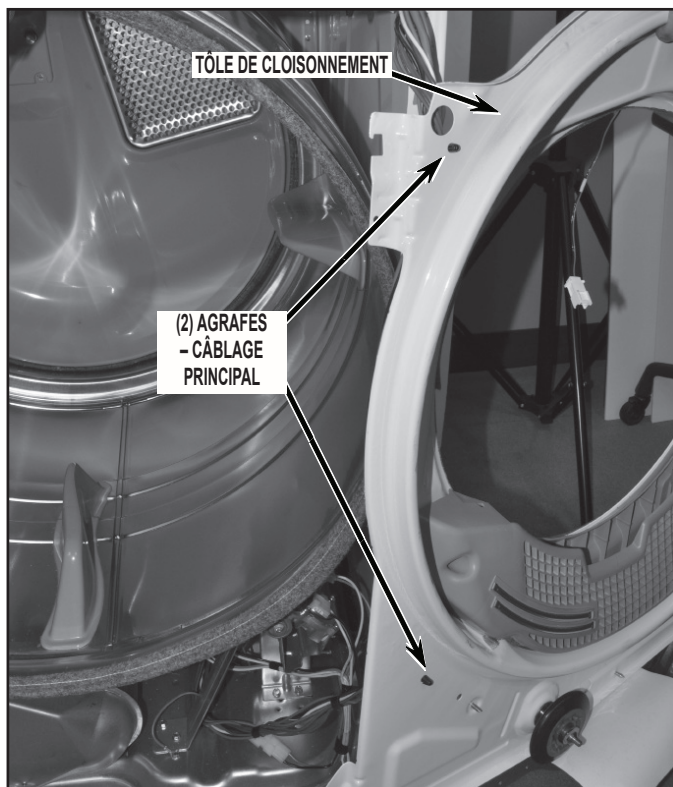

FIGURE 14
16. Écarter la tôle de cloisonnement sur le côté et ôter les deux (2) agrafes du câblage (pincer les extrémités avec une pince) pour pouvoir séparer le câblage de la tôle de cloisonnement; voir la Figure 14.